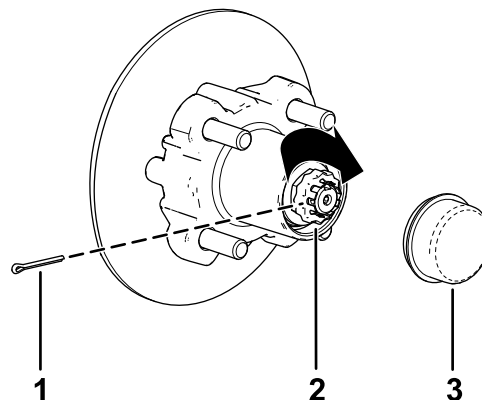

Figura 41
8. Montate il fermo sul dado e controllate l'allineamento della scanalatura sul fermo con il foro del mandrino per la coppiglia (Figura 41).
9. Montate la coppiglia e piegate ciascuna asticella attorno al fermo (Figura 41).
10. Montate il coperchietto antipolvere sul mozzo (Figura 41).